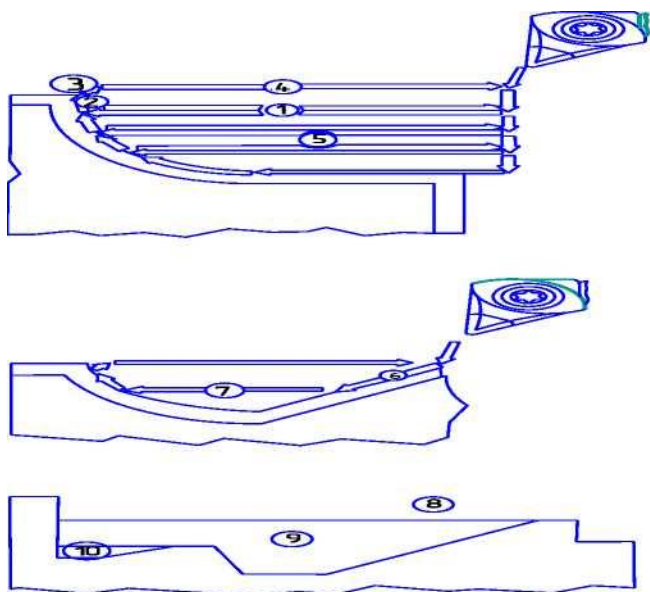

Рис.1.Черновая и чистовая обработка выточек.
Черновые проходы выполняются функцией G1 со скоростью подачи FF1. Черновые проходы выполняются параллельно оси до припуска на чистовую обработку (1) и затем параллельно контуру (2) (рис.1).